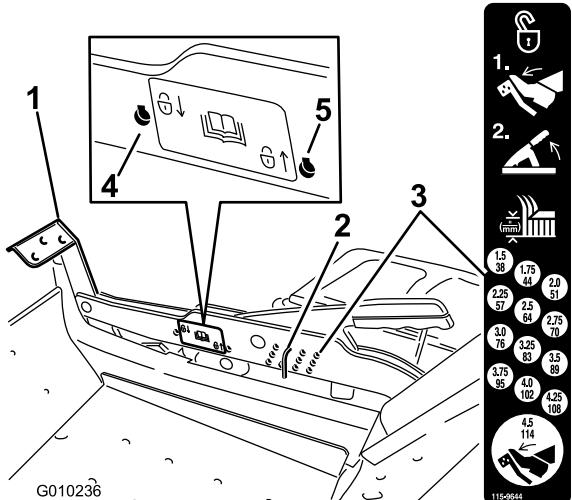

Figura 24
1. Pise el pedal de elevación de la plataforma y eleve la plataforma a la posición de transporte (que es también la posición de altura de corte de 114 mm (4,5 pulgadas) (Figura 24).
2. Para ajustar la altura de corte, retire el pasador del soporte de altura de corte (Figura 24).
3. Seleccione el taladro del sistema de altura de corte que corresponde a la altura de corte deseada, e inserte el pasador (Figura 24).
1. Pise el pedal de elevación de la plataforma y eleve la plataforma a la posición de transporte (que es también la posición de altura de corte de 114 mm (4,5 pulg.) (Figura 24).
2. Retire el pasador del soporte de altura de corte (Figura 24).
3. Seleccione un taladro en la pegatina de bloqueo e inserte el pasador (Figura 24).